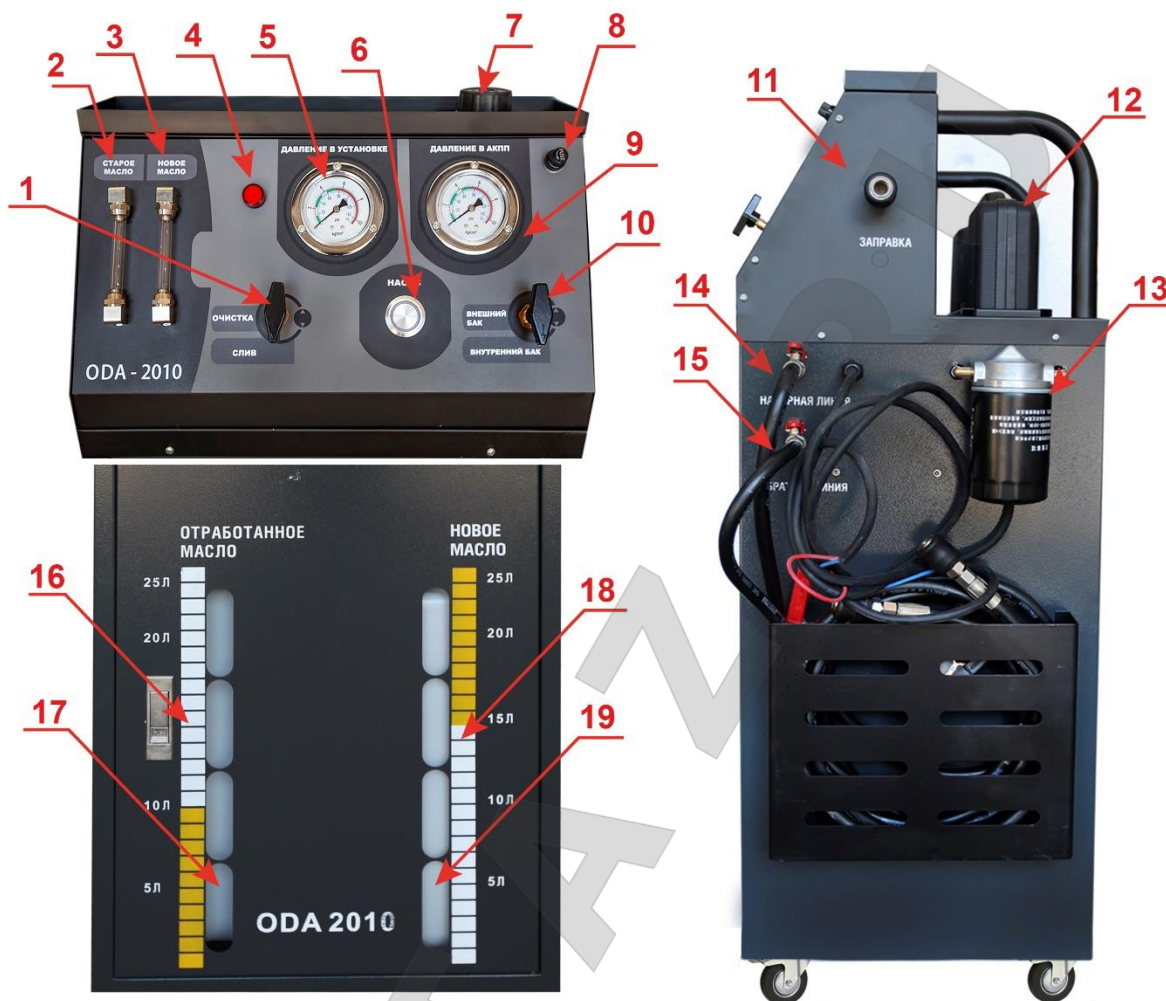

Рис. 3 Устройство изделия в сборе
4. Шланг из набора адаптеров подсоедините одним штуцером к Разъему-2 (рис.3 п.11), а другой конец шланга опустите в емкость с жидкостью для промывки АКПП.
5. Установите переключатель-1 (рис.3 п.1) в положение «Очистка».
6. Установите переключатель-2 (рис.3 п.10) в положение «Внешний бак».
2. Отсоедините шланг от Разъема-2 (рис..3 п. 11) «Подключение внешней емкости».
3. Откройте крышку заливной горловины (рис..3 п. 7) и залейте масло НЕ МЕНЕЕ ПОЛУТОРА ОБЪЕМОВ от номинала согласно техническим характеристикам АКПП для вашей модели автомобиля.
4. Установите переключатель-1 (рис.3 п. 1) в положение «Очистка».
5. Установите переключатель -2 (рис.3 п. 10) в положение «Внутренний бак»
7. Установите переключатель-1 (рис.3 п. 1) в положение «СЛИВ». Процесс замены наблюдайте через смотровые трубки. Равномерный слив и подача масла контролируется по мерным линейкам (рис.3 п. 16/18). Когда цвет трубки (залива) будет совпадать с цветом трубки (слива), процесс замены считается законченным.
Для удаления отработанного масла, из емкости (рис.3 п. 17) аккуратно выньте шланг из горловины, извлеките емкость из установки, а затем слейте жидкость в емкость для сбора и хранения отработанного масла.
6. (несмотря на высокое давление), поменяйте масляный фильтр (13, рис.3).